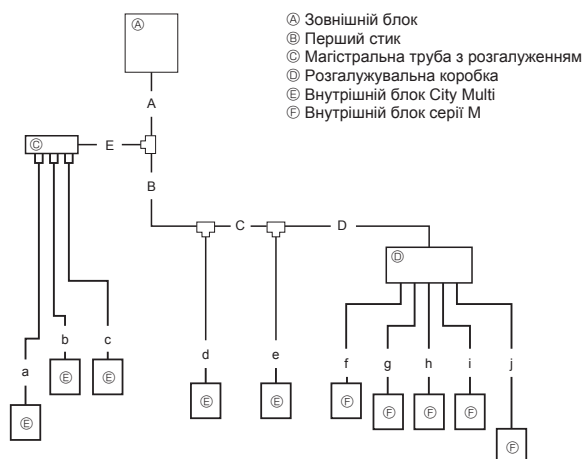

Fig. 4-7
4.1.3-4 Вибір розміру труб (Fig. 4-7)